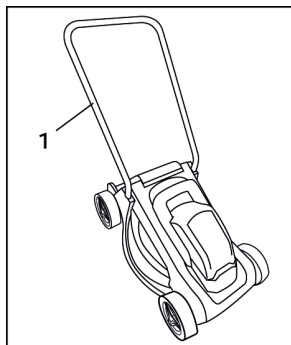

Рис. 2
1. Установите нижнюю часть рукоятки (1) на посадочные места и прикрепите ее с помощью винтов (2) к корпусу газонокосилки (Рис. 2 – 3)